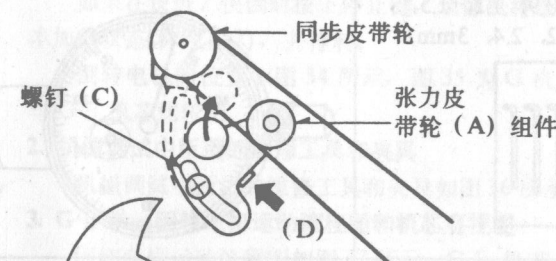

图 42
步骤：①如图42所示，用螺丝刀松开螺钉(C)；
②将扇形张力测量仪安装在箭头(D)所指的位置；
③当扇形张力测量仪读数为225±25g时，拧紧螺钉(C)。